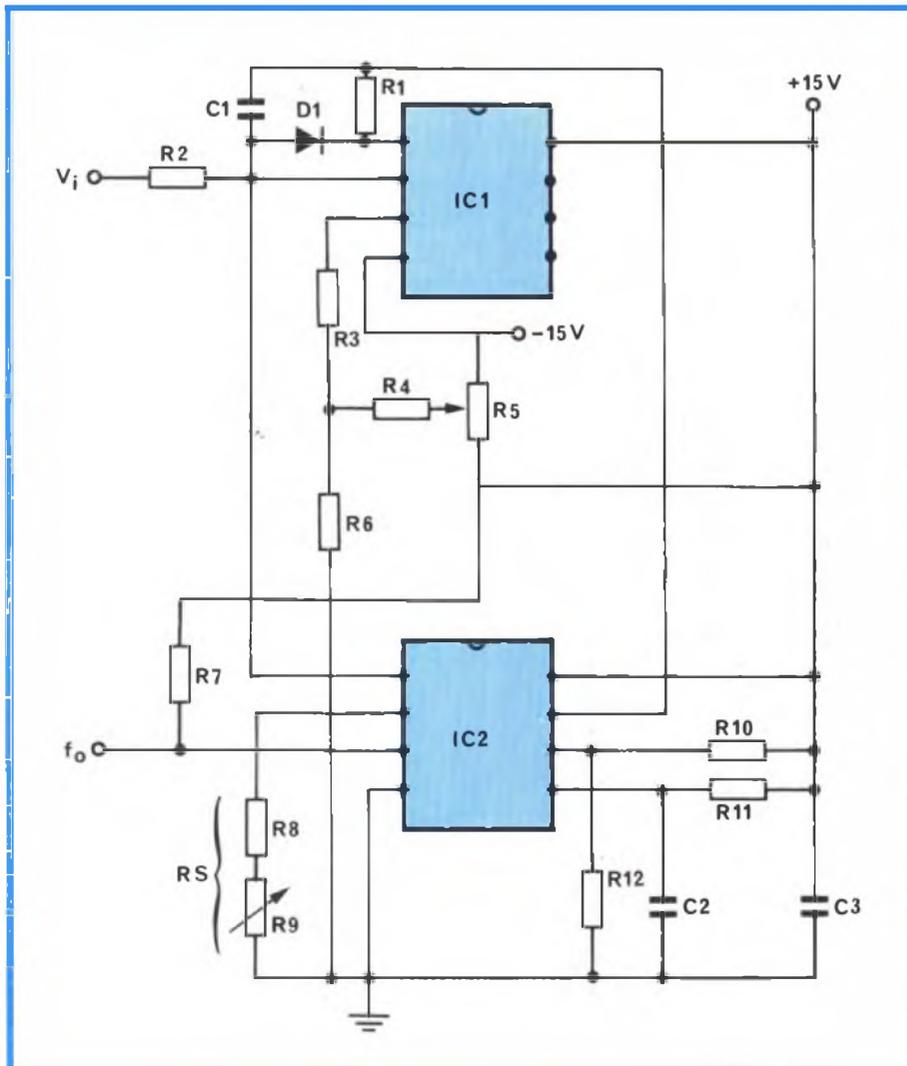

Fig. 3 - Schema elettrico del convertitore di precisione tensione-frequenza.
È chiaro che il circuito di fig. 2 può essere usato solo come circuito di prova dell'integrato, in quanto non ha sufficiente linearità (circa 1%) non ha un tempo di risposta sufficientemente rapido e presenta vari difetti di funzionamento. Per ovviare a quanto sopra si è realizzato lo schema di fig. 3. In questo circuito, l'integrato 4151 è abbinato ad un amplificatore operazionale che funziona come integratore e che provvede ad ottenere una linearità tipica dello 0,05% nella gamma di tensioni in ingresso da 0 a - 10 V. L'offset è regolabile a zero. Quando molti VFC perdono in linearità al raggiungimento dei 10 mV, questo circuito
**ELENCO DEI COMPONENTI DI FIG. 3**